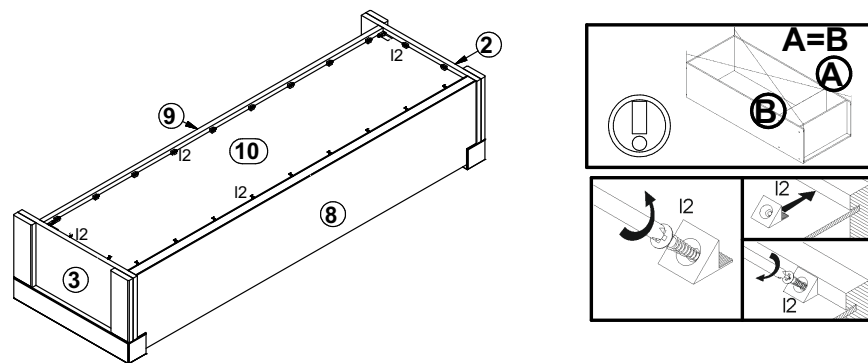

Рисунок 5
15. Положить корпус шкафа фасадными кромками вниз на ровную поверхность и выровнять его, измеряя рулеткой расстояние между противоположными углами по диагонали. Расстояния должны быть равными (см. рис. 5).
16. Закрепить стенку заднюю **10** на корпусе шкафа элементами для крепления **12** с шагом **80-120 мм** (см. рис. 5).